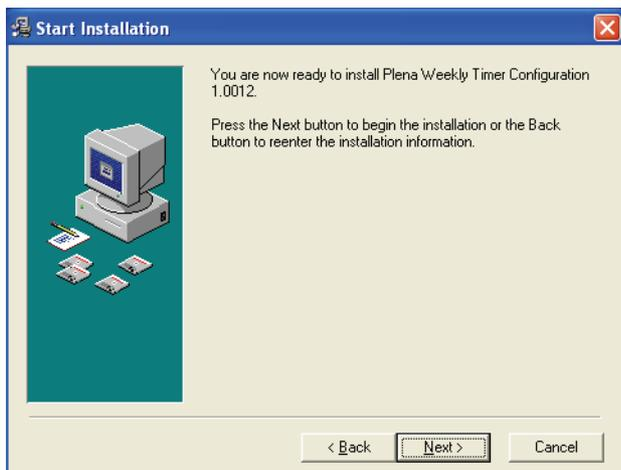

Abbildung 8.4: Starten der Installation
- Wählen Sie Program Manager Group und klicken Sie dann auf [Next]. Ein Fenster wie in Abbildung 8.4 erscheint auf dem Bildschirm.